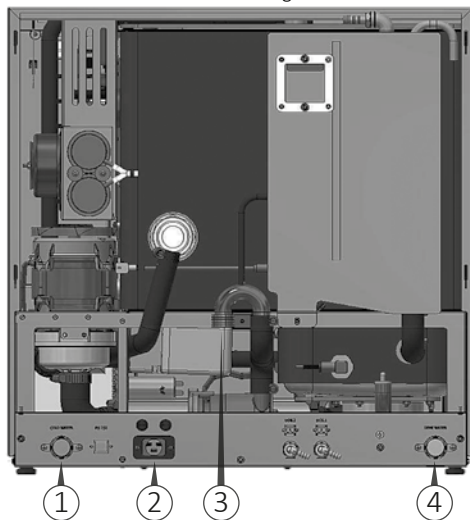

Abb. 8
- Sicherstellen, dass die Wasserschläuche in den in Abbildung 8 angegebenen Positionen angeschlossen werden.
- Den Kaltwasserschlauch mit dem Anschluss 1 Abbildung 8 verbinden.
- Den Schlauch des demineralisierten Wassers mit dem Anschluss 4 Abbildung 8 verbinden.
Die graue Abflussleitung an das auf der Rückseite des Geräts positionierte Ablass-Magnetventil anschließen (3 Abb. 8).